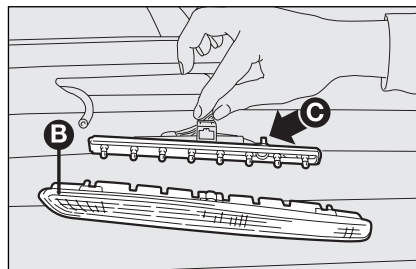

Рис. 33
- ☐ снимите рассеиватель **В, рис. 33**, и отсоедините электрический разъем;
- ☐ нажмите на фиксаторы **С, рис. 33**, и извлеките патрон лампы;